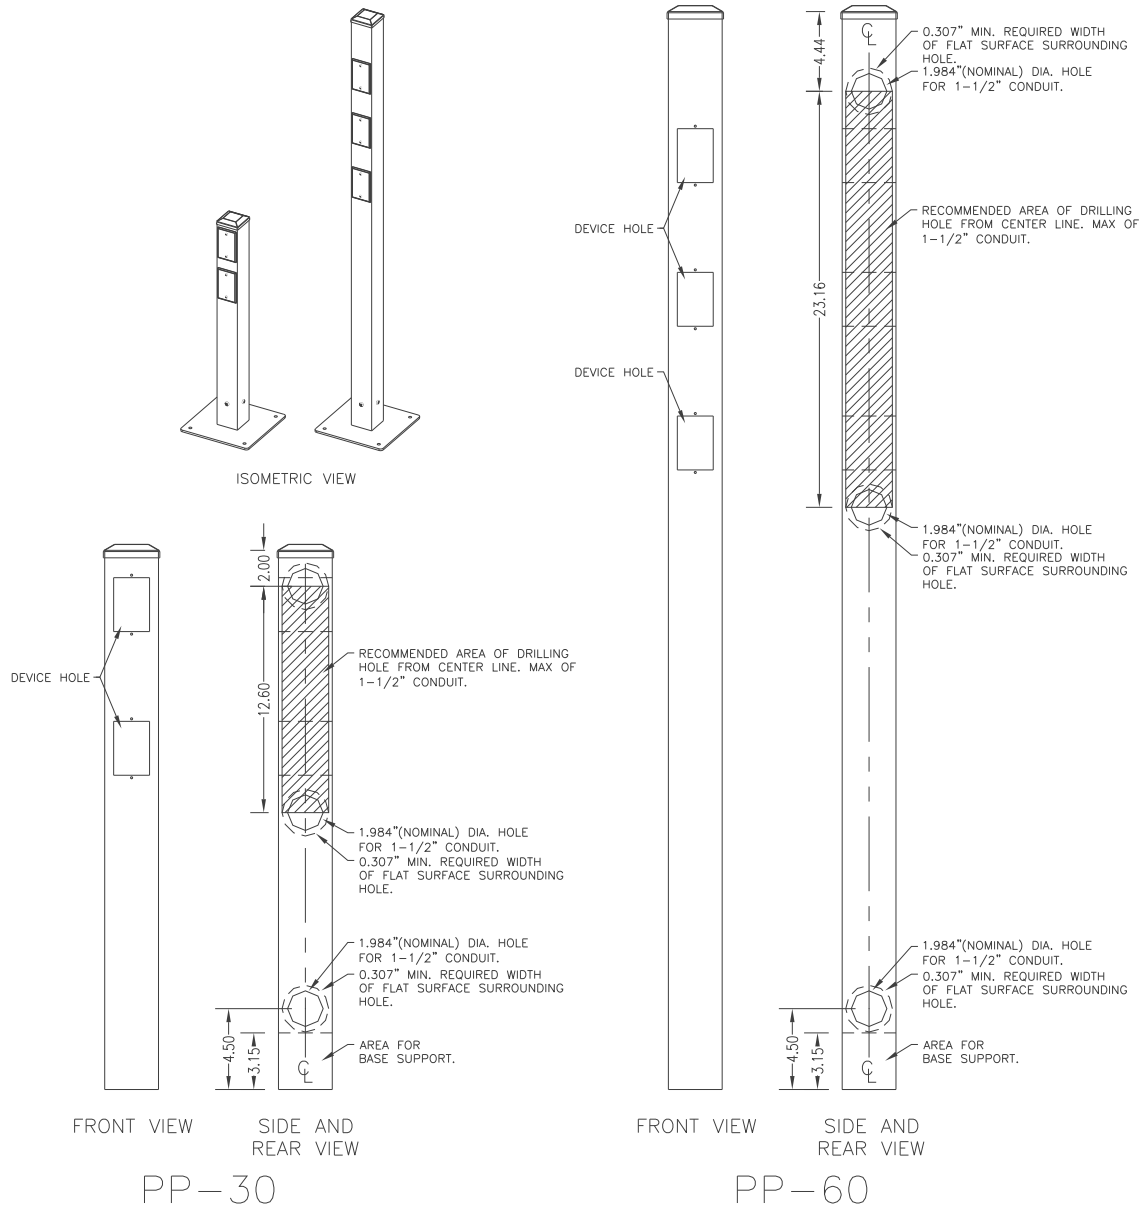

FIGURE 1
1. DRILL HOLE ONLY ON RECOMMENDED AREA (SEE FIGURE 1).